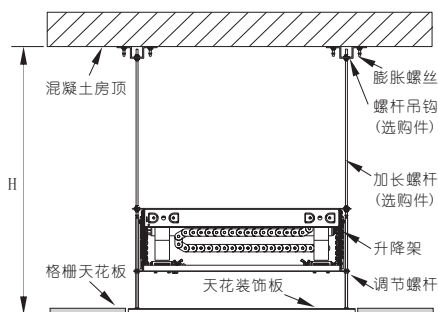

图4 较高天花的安装方式
- B. 如果  $H > H1$  (假设  $H2$  调至最长状态)，则需要通过加长螺杆 (选购件) 来安装，见图4。